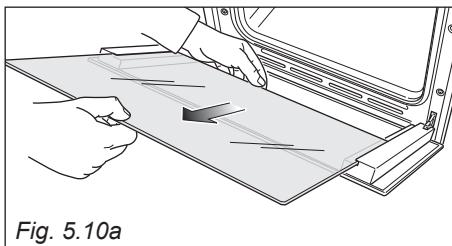

Fig. 5.10a
- Sfilare delicatamente il vetro interno (fig. 5.10a) e pulirlo con prodotti idonei. Asciugarlo sempre accuratamente.